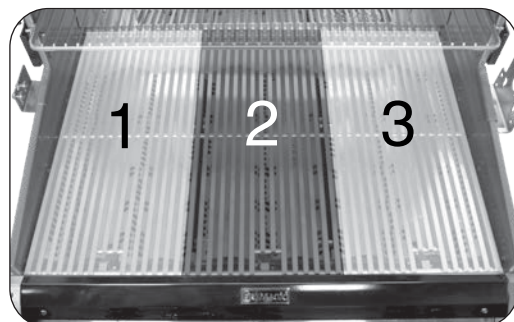

Abb. 27-2 Detail Kochzonen
Ihr Grill ist in drei Kochzonen unterteilt, die jeweils einem Brenner entsprechen. Brenner werden beginnend mit eins (1) auf der linken Seite bis drei (3) auf der rechten Seite (siehe Abb. 27-2) nummeriert. Die Kochzonen werden vom Digitalthermometer überwacht - siehe Abschnitt DIGITALTHERMOMETER. Jede Kochzone kann individuell durch einen Brennerregelknopf gesteuert werden.
Der Grill-Leitfaden zeigt die empfohlenen Garungstemperaturen für verschiedene Fleischsorten an (siehe Abb. 27-2).